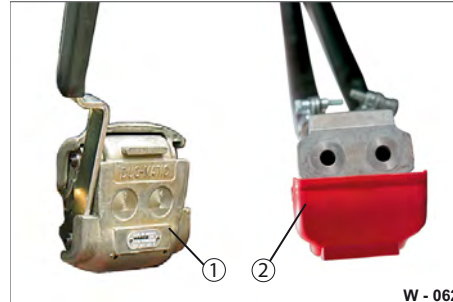

Abb. 62 Kupplungskopf zerlegt
- ▶ Reinigen Sie die Dichtflächen des Kupplungskopfes (Abb. 62/2) und der Kupplungs-Steckdose (Abb. 62/1) mit sauberen, trockenen Lappen.